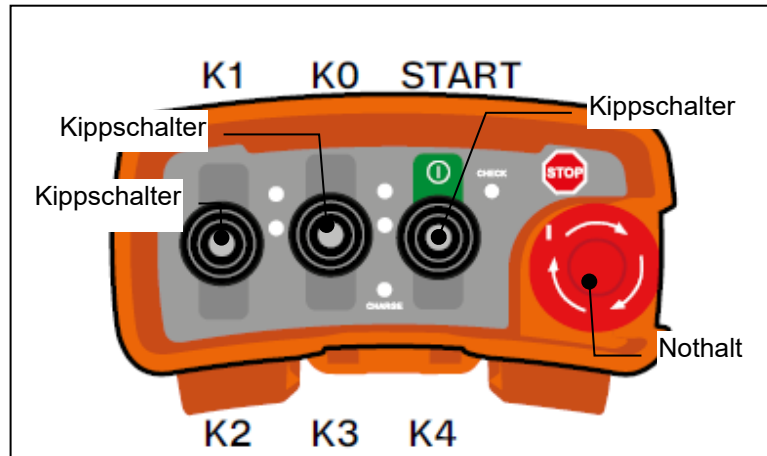

Abbildung 3 - Übersicht über die Steuerbox
Die Vorschubeinheit wird über die Fernbedienung gesteuert (siehe Abbildung 3). Um die Steuerung zu aktivieren, kippen und halten Sie den Kippschalter „Start“ nach oben, bis die Fernbedienung grün leuchtet. Anschließend wird der Kippschalter „Start“ losgelassen und der Kippschalter „K0“ nach oben gekippt und losgelassen, anschließend wird der Kippschalter „Start“ nach oben gekippt und wieder losgelassen. Als nächstes kippen Sie den Kippschalter „Start“ nach oben und lassen ihn wieder los.
6. Drücken Sie „Start“ an der Steuerbox, die Taste leuchtet dann grün (siehe Abbildung 3).